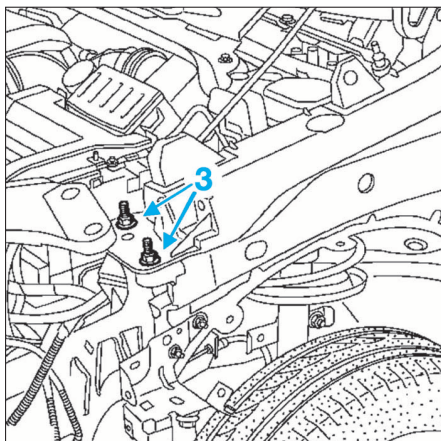

FIG. 29
- Déposer les vis (3) d'indexage de la façade avant (Fig.29).